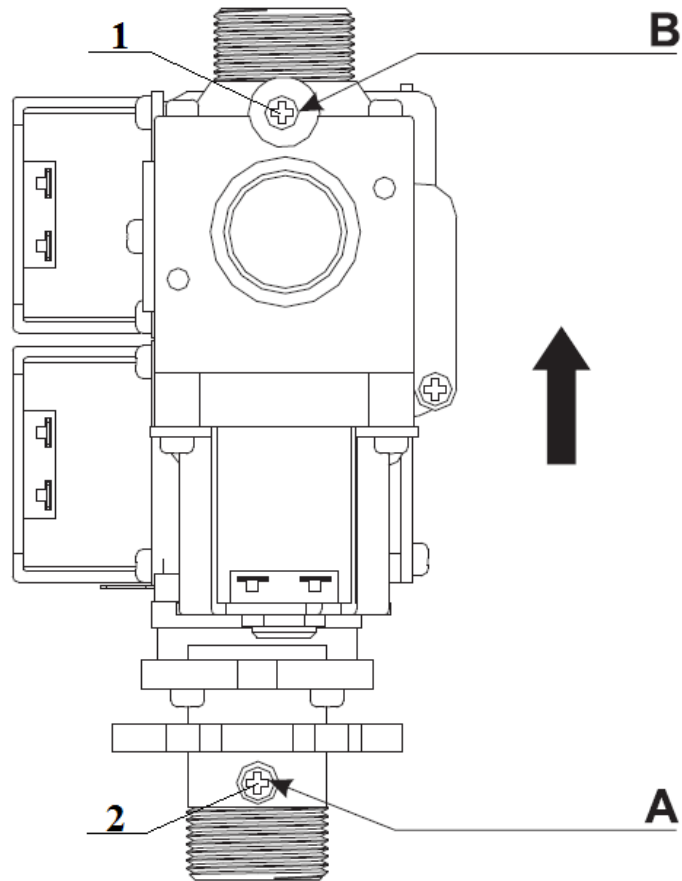

Рис. 19. Газовый клапан
- Отвинтите винт **1** и подключите газовый манометр к штуцеру замера давления газа «**В**» на выходе из газового клапана (см. рис. 19);